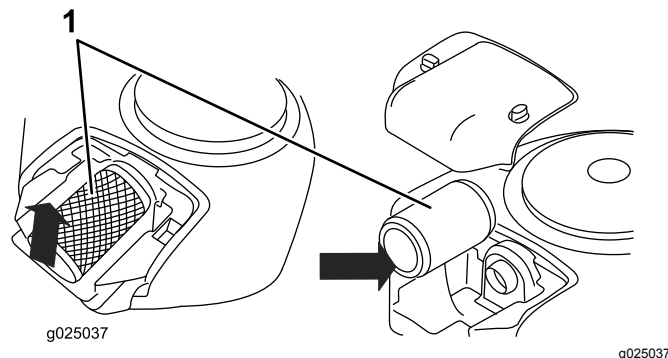

Figure 23
1. Bouton (2)
3. Soulevez l'extrémité du filtre pour le déposer (Figure 23).